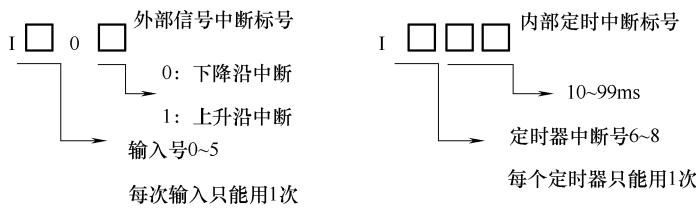

图 5-47 中断指针的分类
2) 当中断源是以一定时间间隔产生的内部中断信号时，使用 I6□□ ~ I8□□ 共 3 点。其分类如图 5-47 所示。